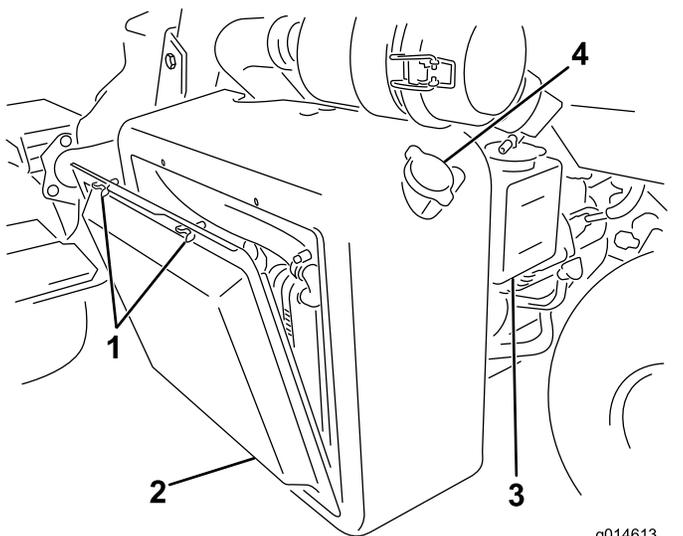
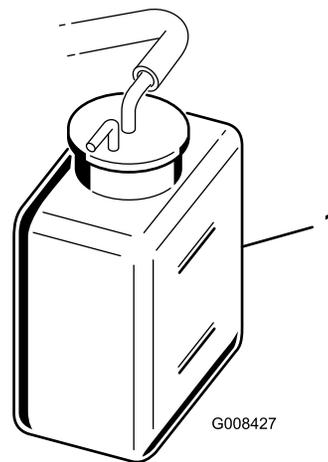

図 47
図 48
- ラジエーターのスクリーンを外す 図 47。
- 冷却液の量を点検する 図 47 と 図 48。